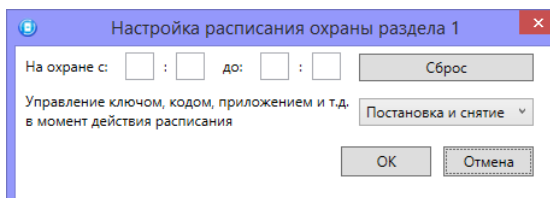

Рисунок 4.32 – Настройка расписания охраны раздела
- *Расписание*: позволяет установить интервал времени, в течение которого раздел должен находиться на охране (возможно задать не только интервал времени, но и указать только начало периода или только его конец). Персоналу объекта может быть как предоставлена возможность управлять режимом охраны раздела вручную в период действия расписания, так и запрещены любые изменения режима охраны раздела (см. рисунок 4.32).